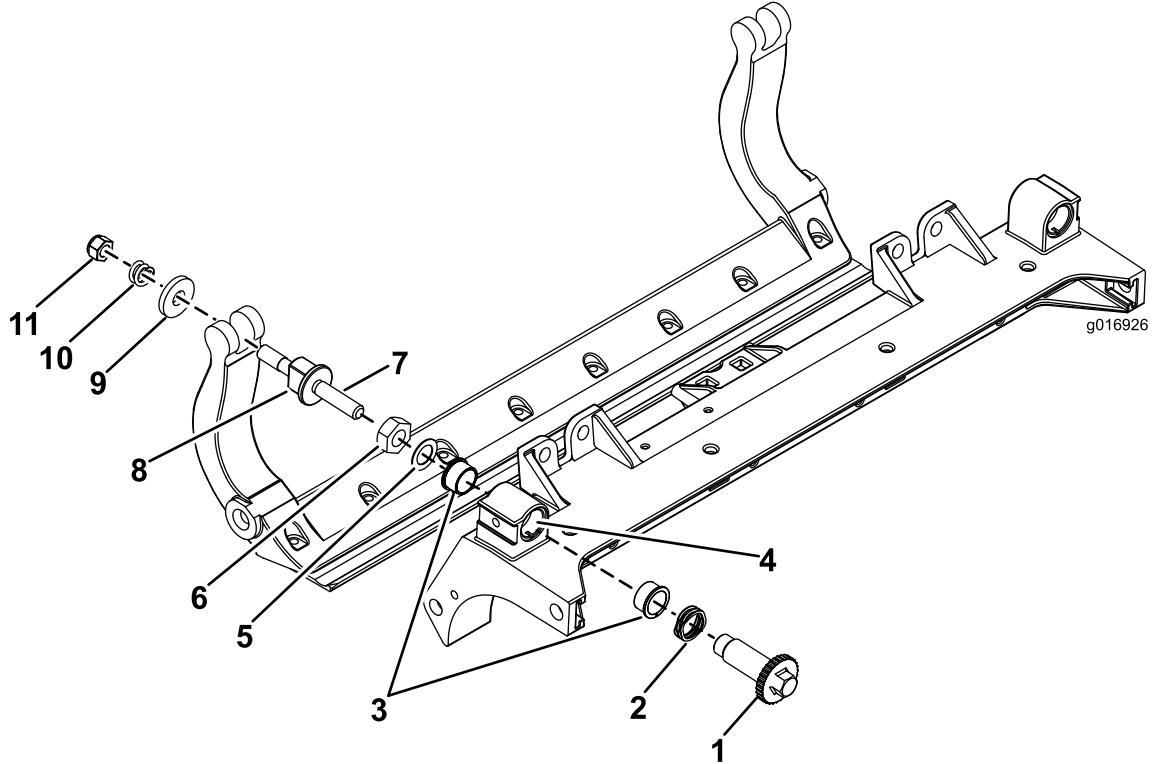

Bild 33
1. Entfernen Sie alle Teile (siehe *Installationsanleitung* für das HD-DPA-Kit, Modellnr. 120-7230, und auch Bild 33).
2. Tragen Sie ein Gleitmittel innen im Büchsenbereich am Trägerrahmen der Schneideeinheit auf (Bild 33).
3. Fluchten Sie die Keile an den Flanschbüchsen mit den Schlitten im Rahmen aus und setzen Sie die Büchsen ein (Bild 33).
Hinweis: Legen Sie eine Nylonscheibe an jede Seite des Seitenplattenansatzes. Legen Sie eine Stahlscheibe außen auf jede Nylonscheibe (Bild 33).